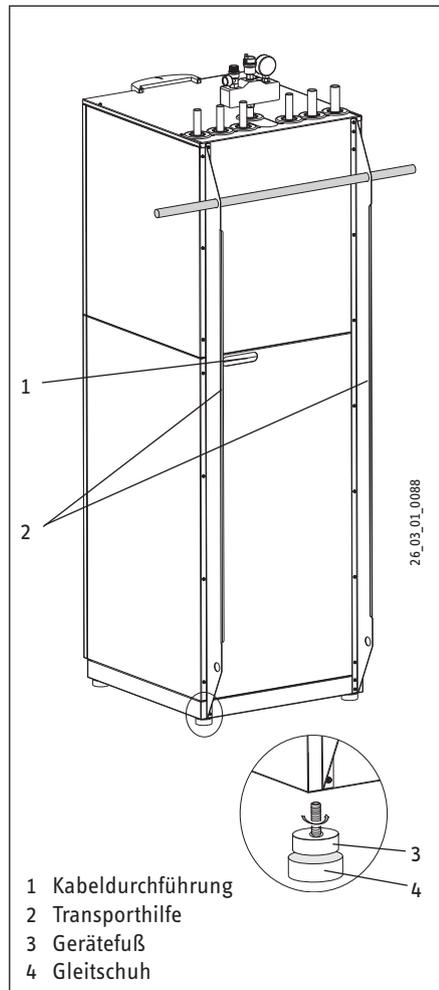

Abb. 5
Bei beengten Transportbedingungen kann das Gerät in Schräglage nach hinten geneigt transportiert werden. Die hinten am Gerät angebrachten Winkelbleche dienen in Verbindung mit einem entsprechenden Rohr (z.B. 28x1 Kupferrohr ungeglüht) als Transporthilfe (Abb. 5). Lagerung und Transport bei Temperaturen unter +5 °C und über + 50 °C sind nicht erlaubt.
3. Bevor das Gerät von der Palette genommen wird, die Gerätefüße (3) in Abb. 5 dem Beipack entnehmen und ganz in das Gerät hineinschrauben.
4. Gerät von Palette nehmen und platzieren. Zum besseren Platzieren können die im Beipack enthaltenen Gleitschuhe (4) verwendet werden.
5. Transporthilfen (2) entfernen.
Alle Anschlussleitungen sowie Fühlerleitungen müssen durch die vorgesehenen Durchführungen in der Rückwand geführt werden (Pos. 1 in Abb. 5).